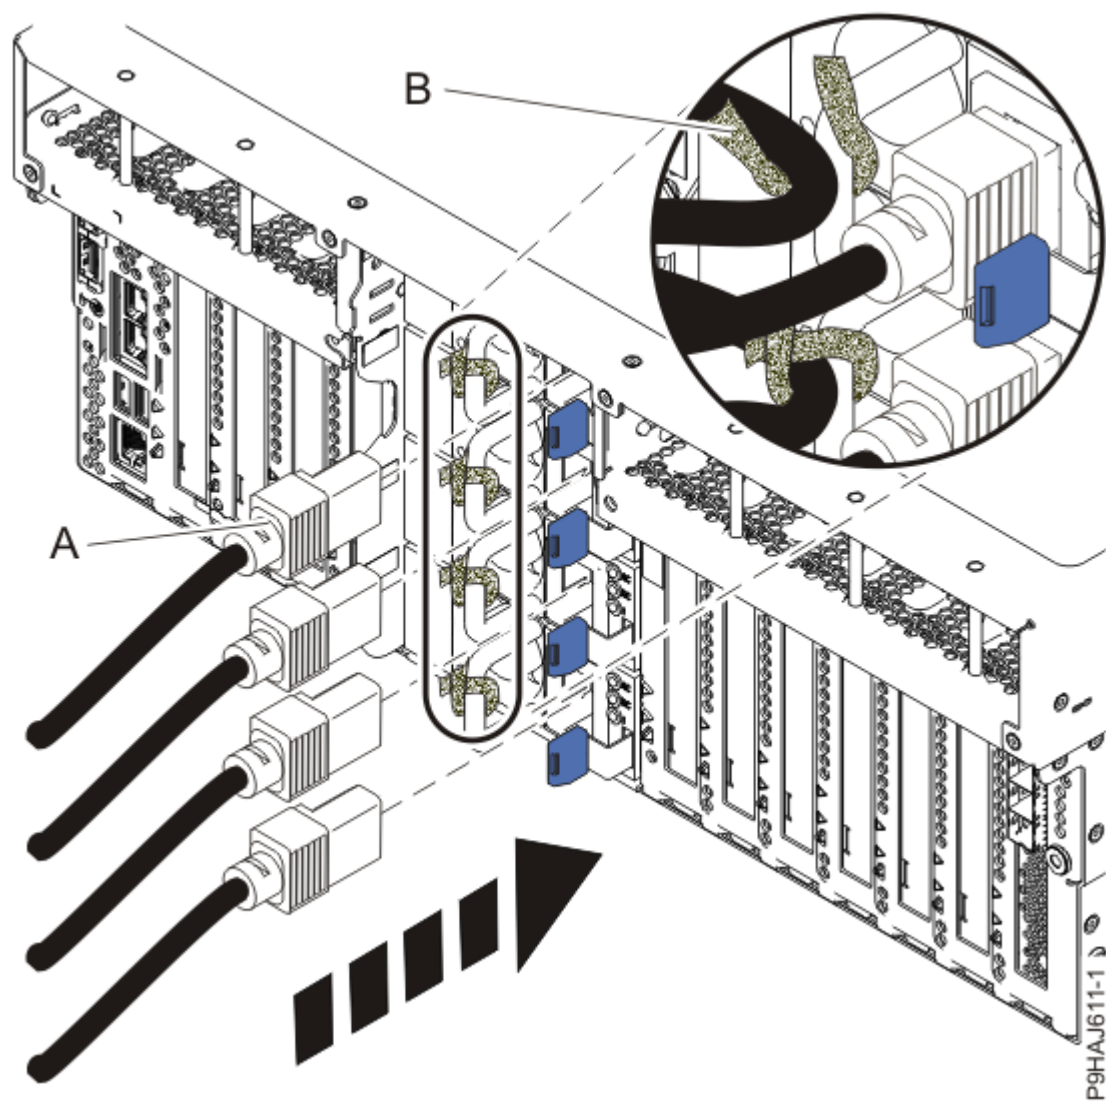
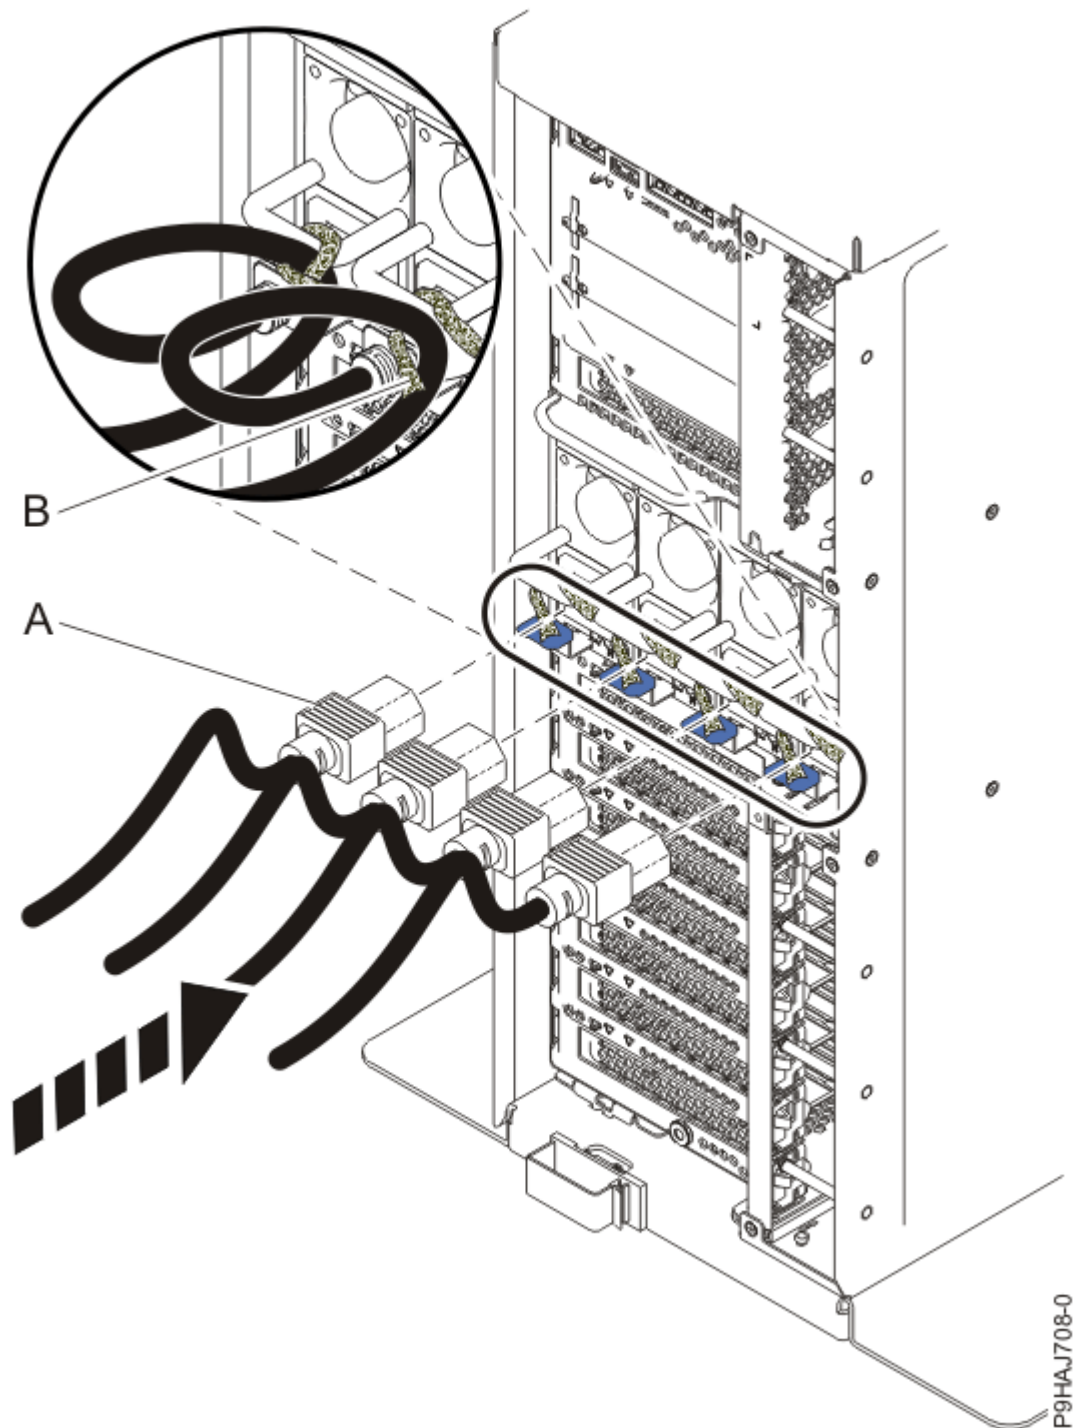

Figura 18. Conexión de los cables de alimentación a un sistema montado en bastidor
Figura 19. Conexión de los cables de alimentación a un sistema autónomo
5. Mediante las etiquetas, vuelva a conectar los cables de alimentación **(A)** a la unidad del sistema. Sujete los cables de alimentación **(A)** al sistema utilizando los mecanismos de sujeción **(B)** tal como se muestra en la Figura 18 en la página 24 o la Figura 19 en la página 25.